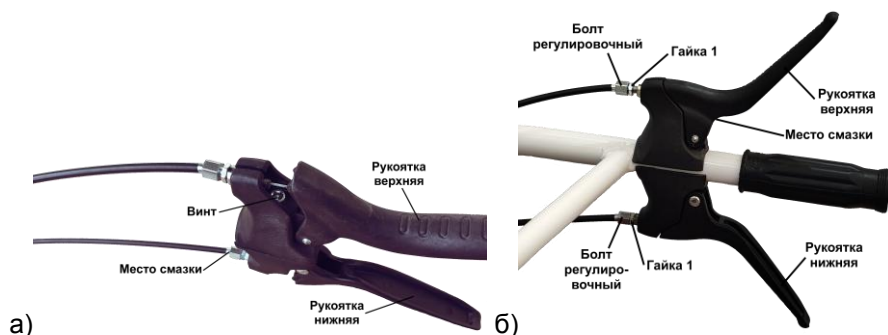

Рис.15 Рычаги разобщения полуосей (колес) мотоблока (вариант 2)
- разъединить рукоятки, открутив винт (рис.15а);
- установить нижнюю рукоятку, совместив отверстие на ней с выступающей частью винта. Соединить рукоятки, затянув винт (рис.15б).